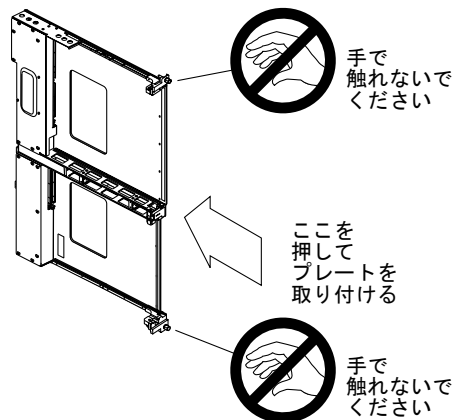

図 10-1 システムキャリアプレート
1. キャリアプレートの底部を、カードケージの上下に対して水平な位置と垂直な位置で支え、カードガイドの上部に合わせながら、キャリアプレートの底部をカードガイドの下部に挿入します。このとき、キャリアプレートを斜めに挿入しないでください (図 10-1)。
3. キャリアプレートの中央部に均等に力を加えながら強く中へ押し込みます。取り外し金具の脱落防止機構付きねじがカードケージに取り付けられ、キャリアプレートの上部および下部の位置決め用の爪が、シャーシの上部および下部の位置決め用のスロットに挿入されるまで押し込みます。抵抗を感じる場合は、爪とスロットの位置が適切かどうかを確認してください(図10-1)。
Sun Fire E25K/E20K システムには、各種のキャリアプレートを収容できます。システムコントロールキャリアプレートのパーツ番号は540-3993です。システムボードキャリアプレートは、システム内の位置によって異なり、パーツ番号は541-0119、541-0120、および541-0121です。配置場所については、図10-1を参照してください。また、スロット4、5、13、14には、エアダム付きのキャリアプレート(パーツ番号540-5736)もあります。